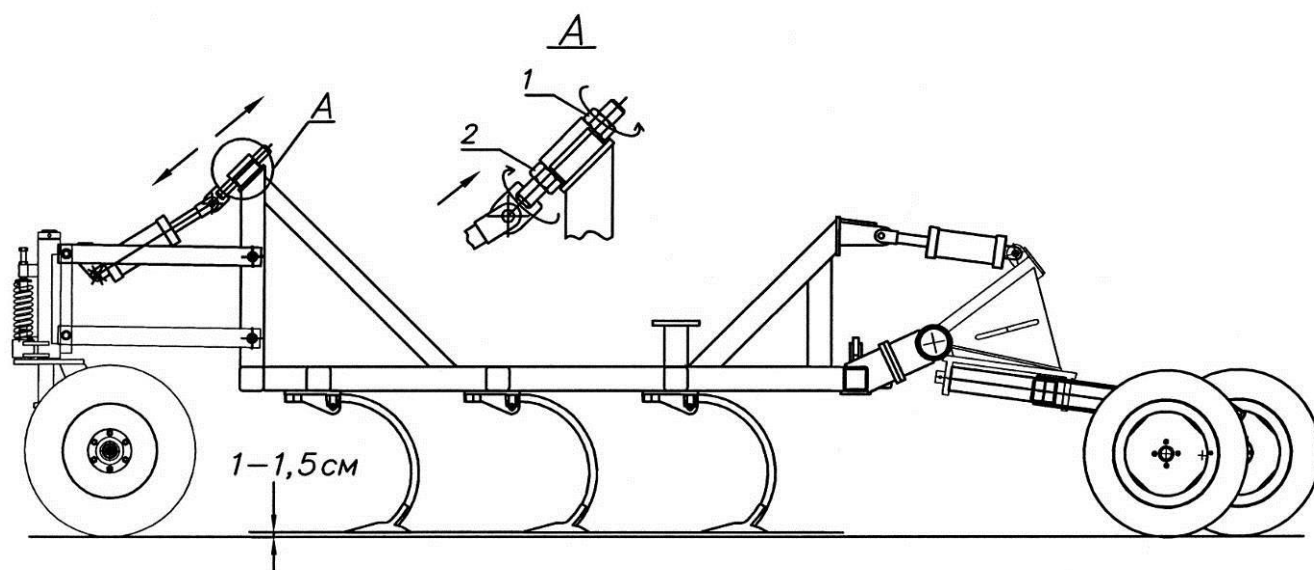

Рис. 6.4.8. Регулировка уровня сошников главной рамы
1. Опустить агрегат так, чтобы лемехи (лапы) главной и крыловых рам находились на уровне 1–1,5 см от земли (рис. 6.4.8).